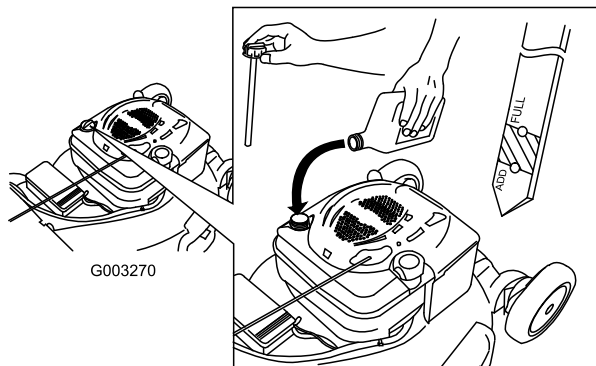

Figura 15
1. Togliete l'asta di misurazione del livello dell'olio, asciugatela ed inseritela a fondo nel foro (Figura 15).
2. Rimuovete l'asta e controllate il livello dell'olio (Figura 15). Se il livello dell'olio è inferiore alla tacca Add sull'asta, versate **lentamente** dell'olio nel foro del bocchettone fino a portarne il livello alla tacca Full sull'asta. **Non riempite troppo.** (Riempimento massimo: 0,59 litri, tipo: olio detergente SAE 30W con service classification API SF, SG, SH, SJ, SL o superiore.)